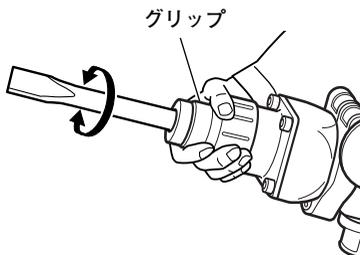

図 9
- 図9のようにグリップを回して、工具の作業位置を決めます。